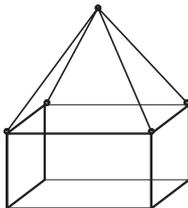

Abb. 1:
- **An allen 4 Ringschrauben gleichzeitig kranen** (wie in **Abb. 1** dargestellt).